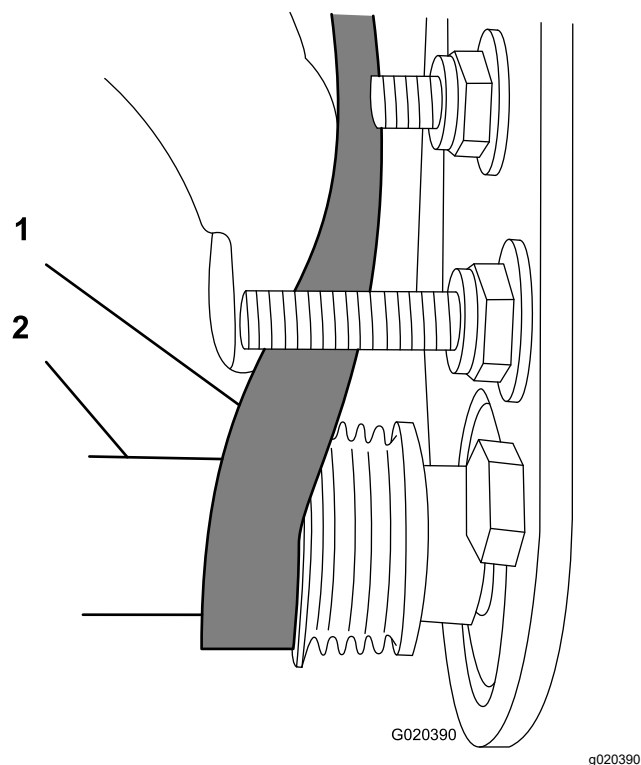

图 25
- C. 使用深套管9/16 英寸旋转滚筒刷组件并把皮带引入从动皮带轮 图 25。